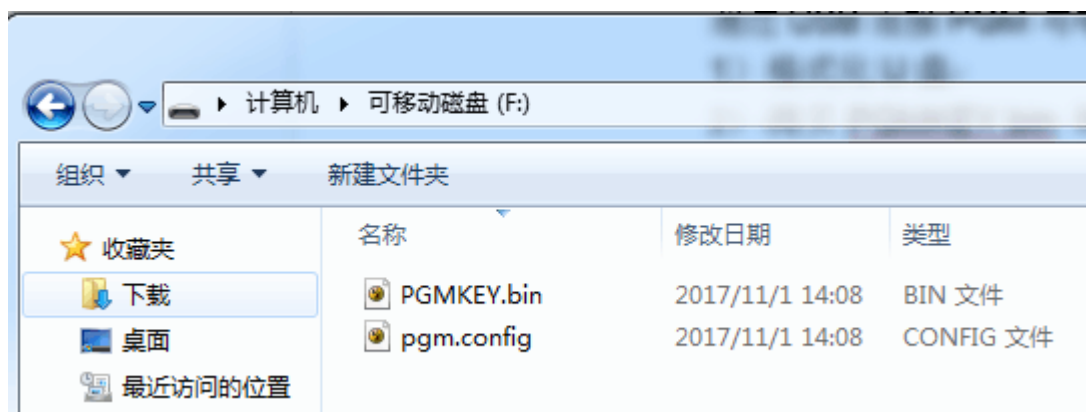
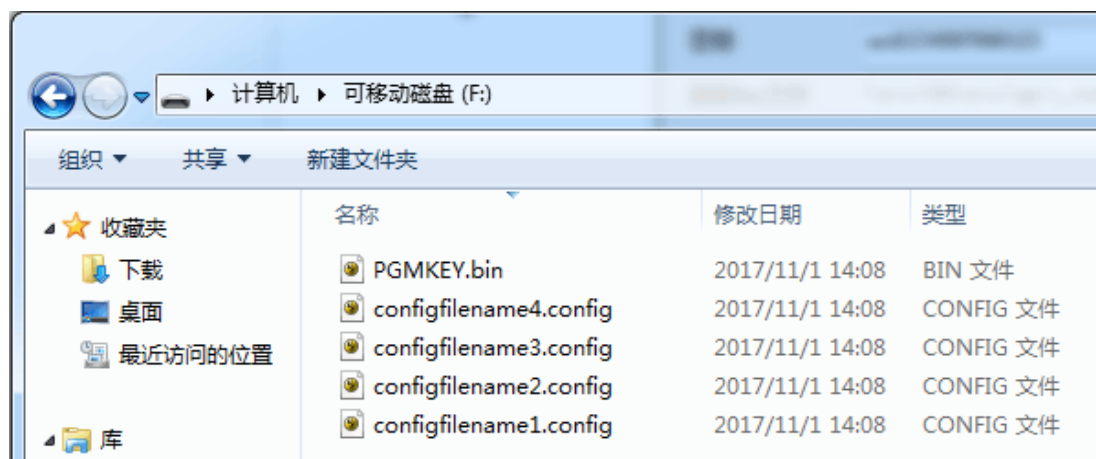

图 24 标准版拷贝文件
图 25 带屏版拷贝文件
- 2) 拷贝 PGMKEY.bin 和***.config 到 U 盘中,标准版编程器拷贝文件如图 24 所示。带屏版可拷贝多个配置文件到 U 盘中,如图 25 所示。